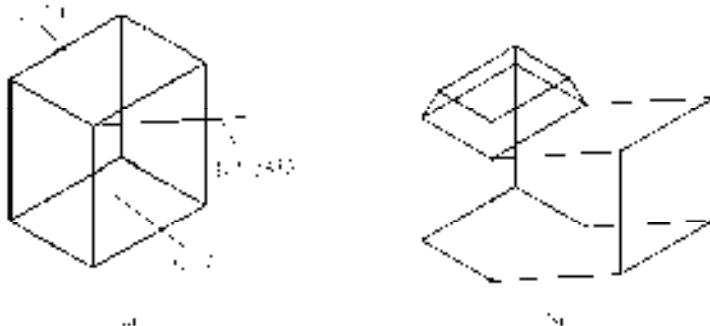

图 11-79 拉伸长方体
2) 路径 (P)：沿指定的路径曲线拉伸面。图 11-79 所示为拉伸长方体顶面和侧面的结果。